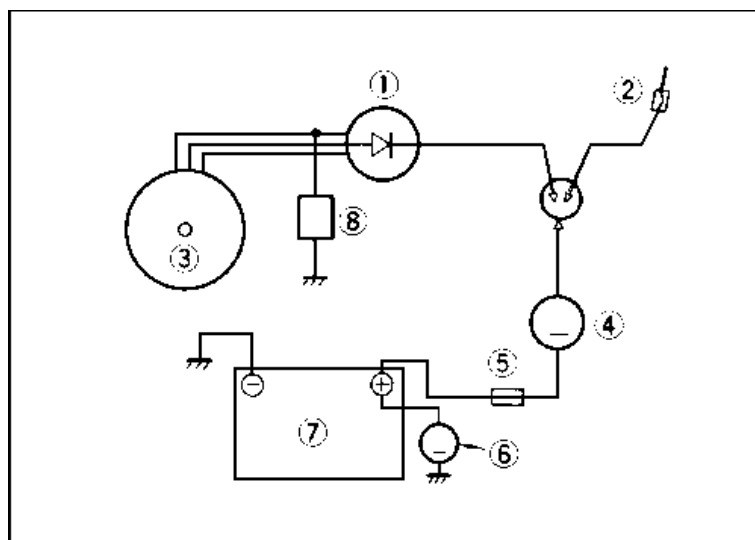

Fig. 5-31
5. Gleichstrom-Amperemeter (von ungefähr 5 A) wie in der Abbildung 5-31 gezeigt, anschliessen.